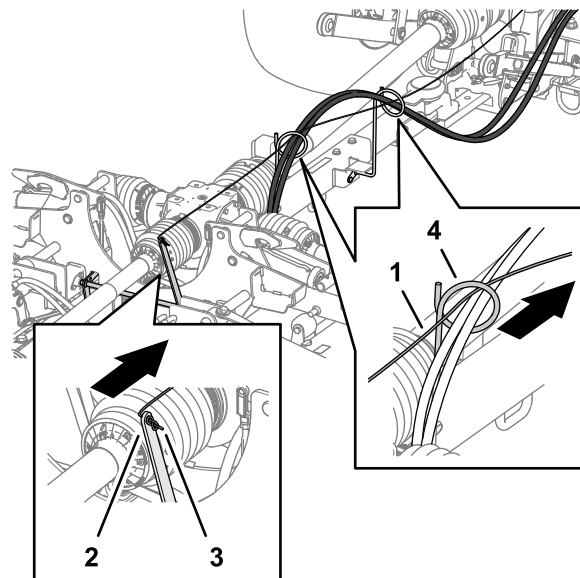

図 12
2. デッキロックロープの自由端をロックレバーからホースガイド2つに導く 図 12。